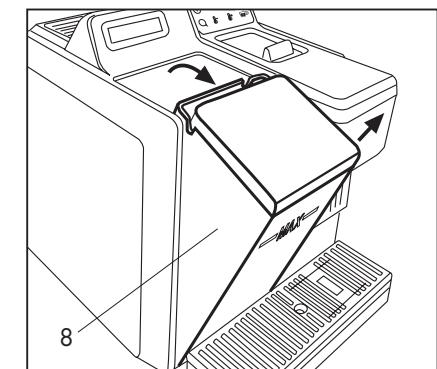

Fig. 1
- Para extraer el depósito, presione ligeramente la parte superior, hacer deslizar y girar hacia el exterior. Levante el depósito hacia arriba una vez Extrágalo del compartimento. (**Fig.1**)